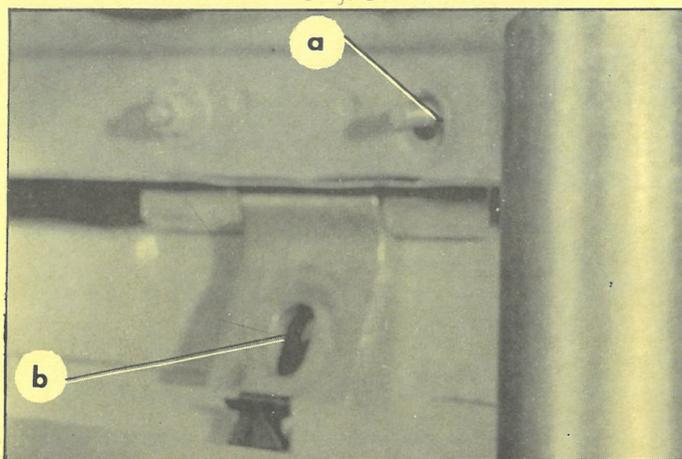

Fig. 2
13. Redresser et mettre en forme les bords du brancard de pavillon (1) (fig. 2).**14. Réaliser l'étanchéité par brasure :**
Agir sur les lumières (a) et (b) (fig. 2).
3. Agir sur les lumières (b) (fig. 2) pour aligner en hauteur, la porte de hayon AR avec le pavillon.